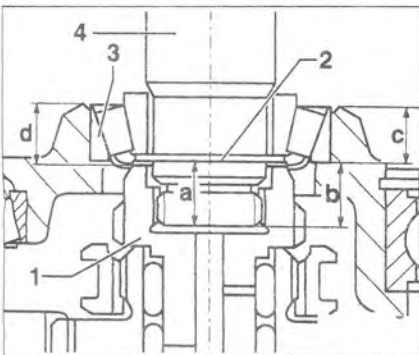

Рис. 5.86. Определите толщину регулировочной прокладки (-ок).
5. Определите толщину регулировочной прокладки (-ок) (рис. 5.86).